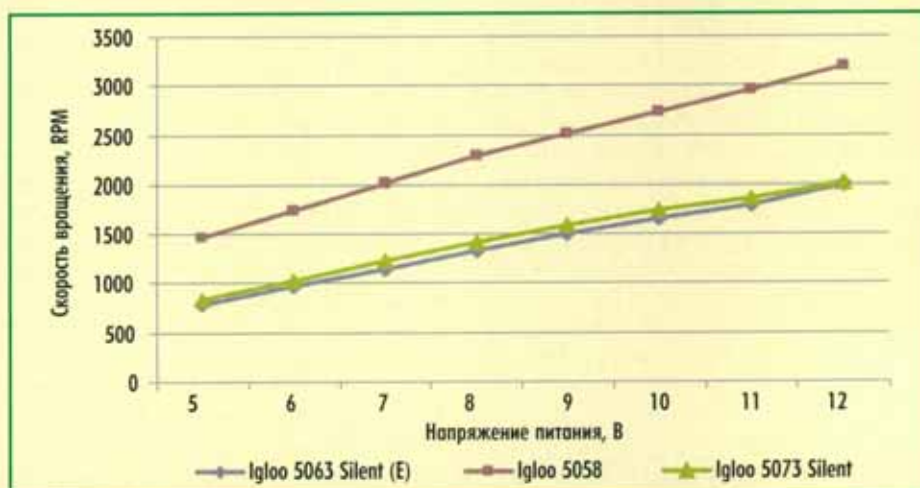

Рис. 1. Зависимость скорости вращения вентилятора от напряжения питания
Результаты тестирования кулеров GlacialTech показаны на рис. 1–3.
Как видно по рис. 1, максимальная скорость вращения кулеров Igloo 5063 Silent (E) и Igloo 5058 соответствуют заявленной. А вот максимальная скорость кулера Igloo 5073 Silent оказалась даже несколько выше заявленной: вместо 1700 RPM реальная максимальная скорость для этого кулера составляет 2010 RPM. Вообще скоростные характеристики кулеров Igloo 5063 Silent (E) и Igloo 5073 Silent практически совпадают.